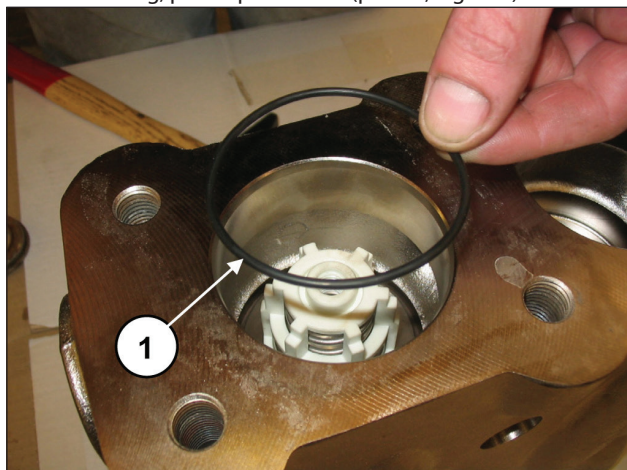

Fig. 110
Inserire l'O-ring, pos. esploso n. 17 (pos. ①, Fig. 110).